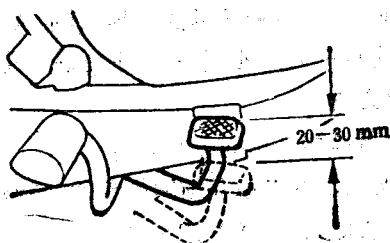

图 1-4
(8)检查后制动踏板自由间隙，如图1-4所示，一般应为20~30mm，最多不要超过35mm，小于20mm也不好。因为右脚经常处于踏板的上方，随着车的上下颠簸，脚尖很容易踏上